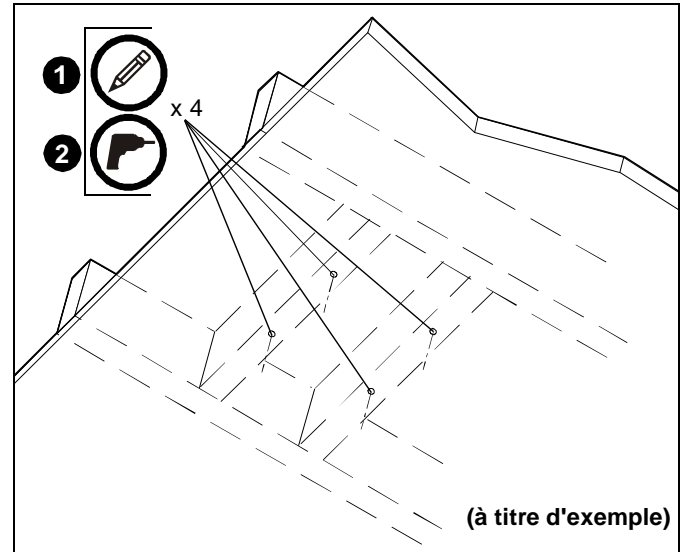

Figure 4
1. En utilisant le RPE comme guide, marquez les quatre emplacements des trous de montage. (Voir la Figure 4)
2. Percez quatre trous de guidage d'une profondeur (minimum) de 3,175 mm x 38,1 mm (1/8" x 1-1/2"). (Voir la Figure 4)